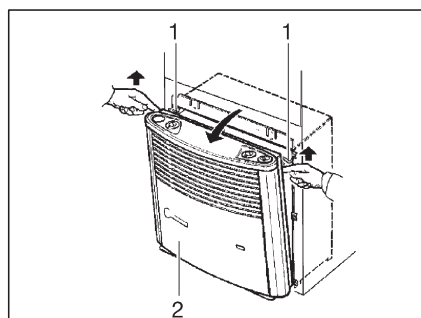

Fig. 106 Retirer habillage du chauffage
- Enlever l'habillage du chauffage (Fig. 106,2). Pour ce faire, tirer le haut de l'habillage vers l'avant, presser les ressorts de retenue (Fig. 106,1) latéralement vers le haut et rabattre l'habillage vers l'avant.